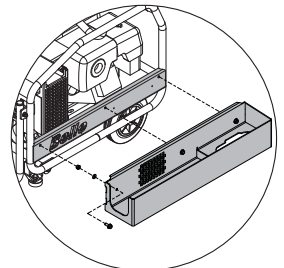

Abb. 5
1. Richten Sie die 3 Löcher auf der Seite des Werkzeugträgers auf die 3 Löcher links auf dem Seitenschutz aus. Befestigen Sie den Werkzeugträger mithilfe der im Bausatz bereitgestellten 3 M8-Schrauben, Muttern und Unterlegscheiben. Mit 28 Nm festziehen (*siehe Abb. 5*).